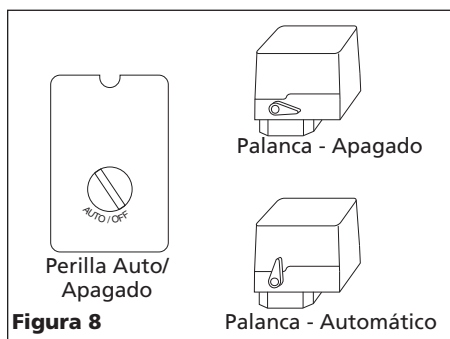

Figura 8
4. Gire la palanca del interruptor de presión o la perilla en la posición AUTO y deje que la unidad opere por 30 minutos para darle un rodaje a las piezas del motor (Vea la Figura 8).